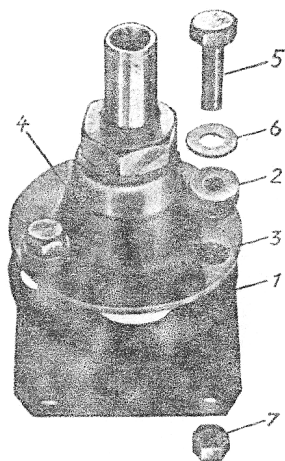

Abb. 9
4. Teile nach Abb. 9 zusammenstecken, es bestehen keine Bedenken, statt der Schraubenköpfe die Hutmuttern nach oben zu nehmen, falls die Raumverhältnisse dies günstiger erscheinen lassen.